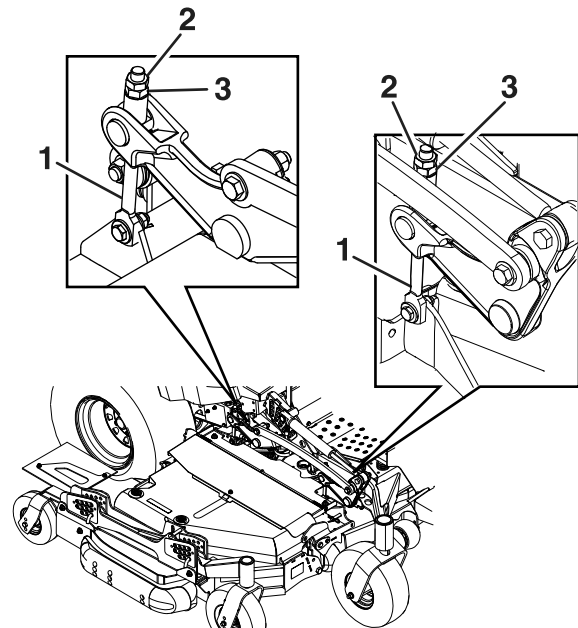

Figure 72
Desserrez les écrous de blocage au sommet de chaque dispositif de réglage du tablier. Ajustez précisément le dispositif de réglage du tablier avant en le tournant pour obtenir la hauteur correcte pour les pointes des lames avant gauche et droite du tablier central (Figure 72).
5. Si les 4 dispositifs de réglage du tablier (Figure 72) ne disposent pas d'un réglage suffisant pour produire la hauteur de coupe précise avec l'inclinaison souhaitée, vous pouvez utiliser le système monopoint pour obtenir un réglage supplémentaire.
6. Pour régler le système monopoint, commencez par desserrer les boulons de fixation des plaques de hauteur de coupe avant et arrière (Figure 72)